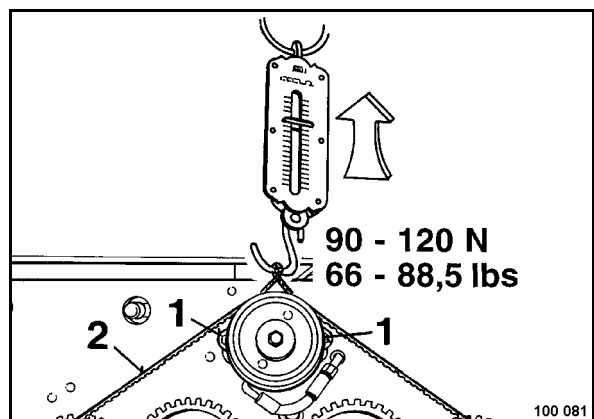

Fig. 74
- Soltar dos tornillos de fijación 1 (Fig. 74) hacia el embrague.